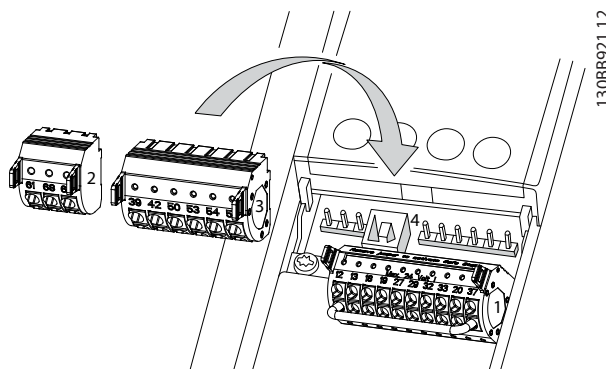
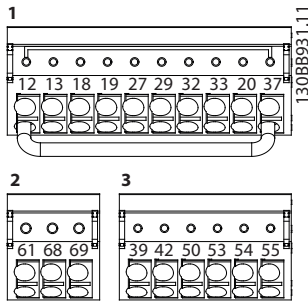

Bild 4.8 Styrplintplatser
Bild 4.9 Plintnummer
- Om frekvensomriktaren är ansluten till en termistor måste termistorns styrkablar vara skärmade och förstärkta/dubbelisolerade. En 24 V DC-nätspänning rekommenderas. Se Bild 4.8.
Bild 4.8 och Bild 4.9 visar anslutningarna för flyttbara frekvensomriktare. Plintfunktionerna och fabriksinställningarna sammanfattas i *Tabell 4.2*.